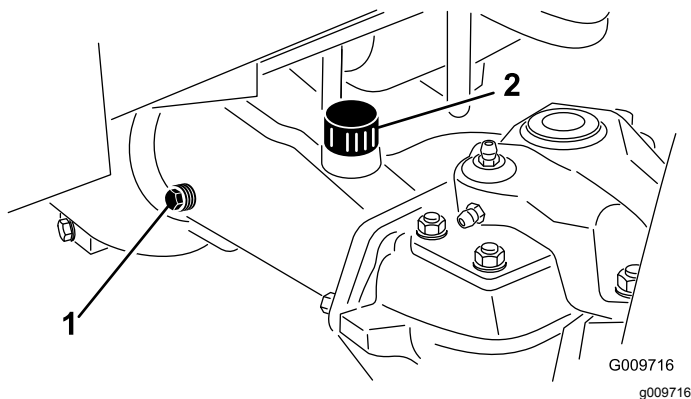

Figure 69
- Enlevez un bouchon de contrôle à une extrémité du pont arrière (Figure 69) et vérifiez que l'huile atteint la base de l'orifice. Si le niveau est trop bas, enlevez le bouchon de remplissage (Figure 69) et ajoutez une quantité suffisante d'huile pour amener le niveau au bas des orifices de contrôle.